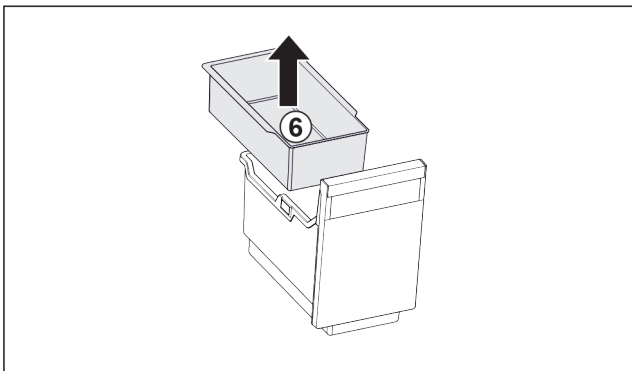

Fig. 195
- Retirer le Fig. 195 (6) balconnet pour glaçons.